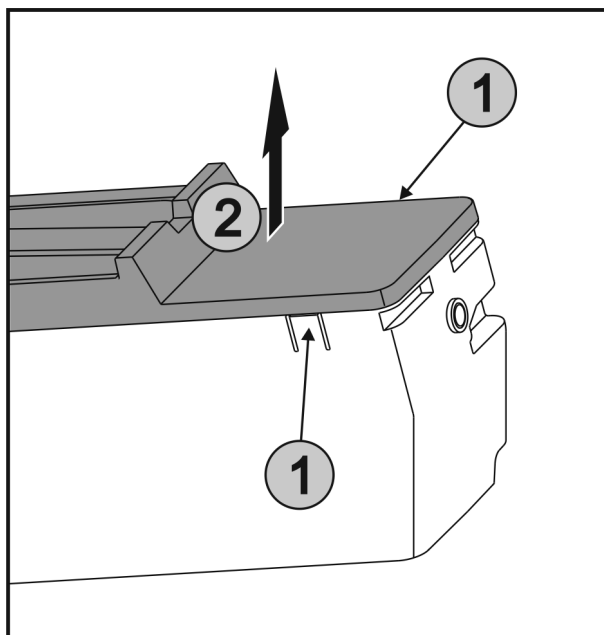

Fig. 40
- Súčasne stlačte spony Fig. 40 (1) na oboch stranách EasyTwist-Ice a odoberte kryt Fig. 40 (2) nahor.